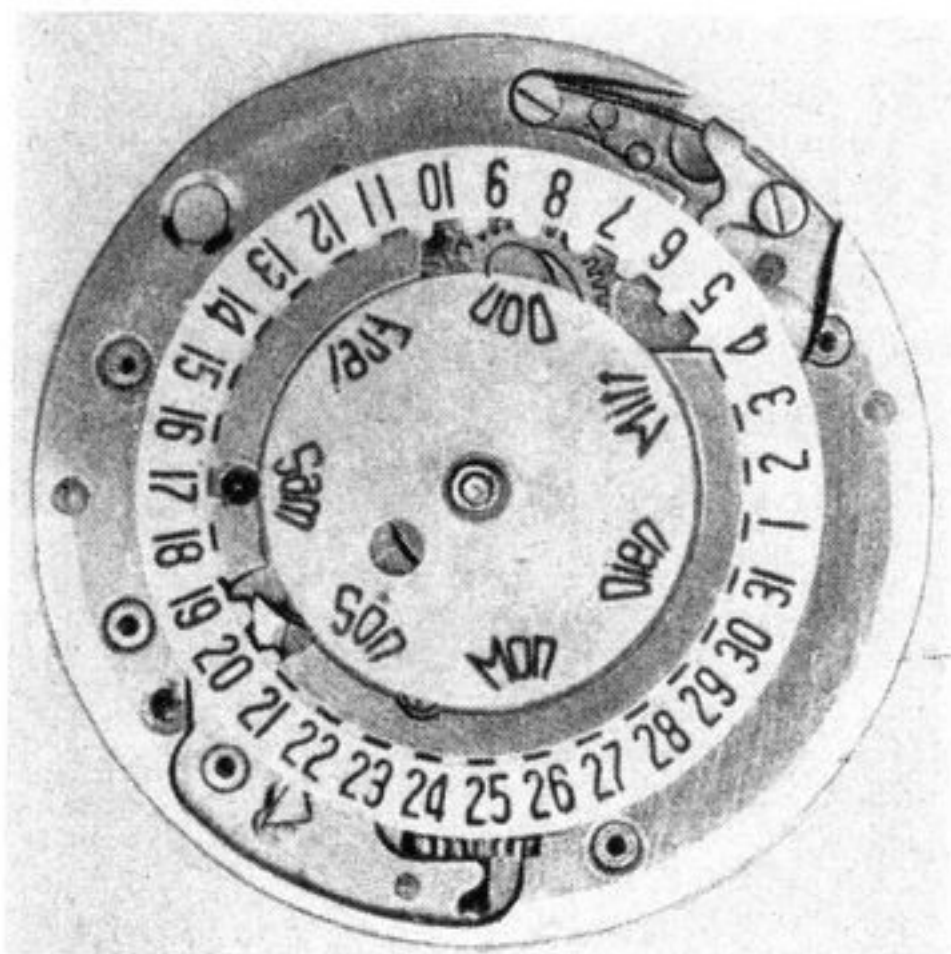
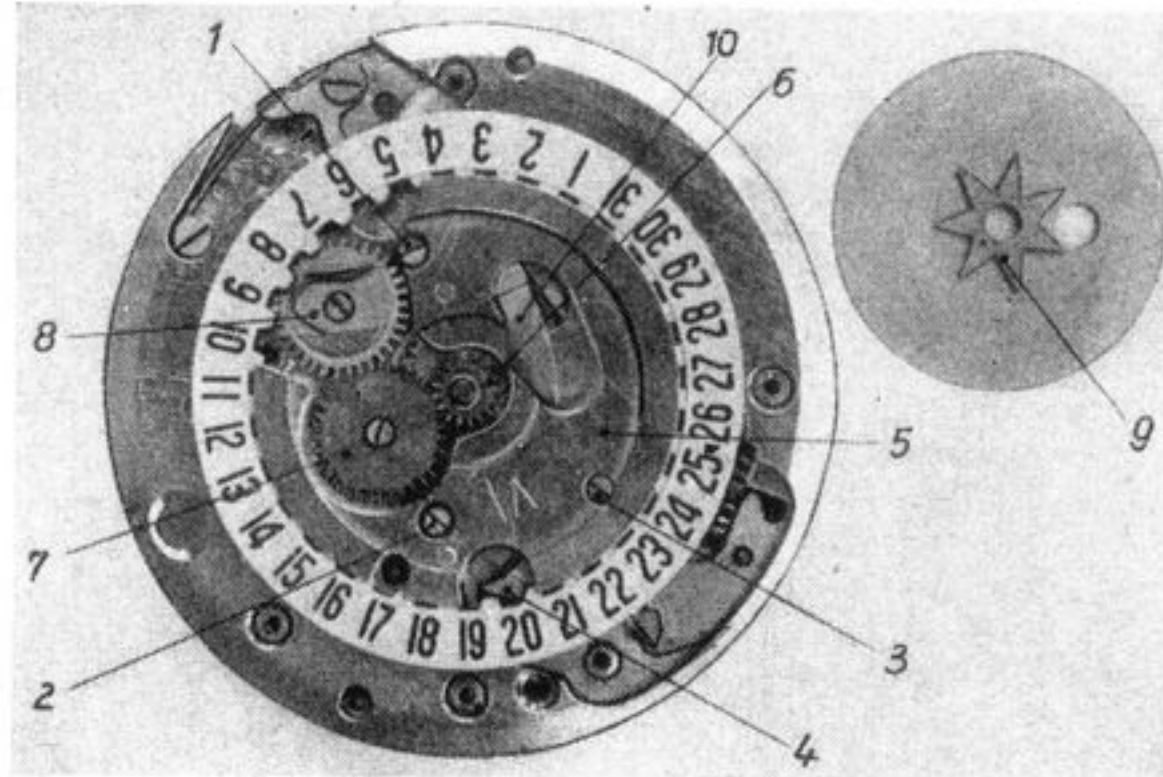

Bild 2
Bild 3
Entfernt man von dem Werk das Zifferblatt (Bild 2), so wird der Kalenderring und die Tagesscheibe, auf der die Wochentagsnamen aufgedruckt sind, sichtbar. Einen tieferen Einblick in den Mechanismus erhält man, wenn man auch noch die Tagesscheibe, die auf dem Stundenrohr läuft, abhebt (Bild 3). Man sieht die Kalenderplatte (5), die von den Schrauben (1) und (2) gehalten wird. Die Schraube (3) ist keine Befestigungsschraube, sondern ein Exzenter, der in dem die Datumringstellung bestimmenden Datumhebel (4) sitzt. Dreht man mit einem Schraubenzieher diesen Exzenter, so verschiebt sich die Stellung des Datumringes um einen kleinen Betrag. So kann die Datumszahl genau symmetrisch zum Zifferblattausschnitt gestellt werden. Normalerweise soll dieser Exzenter nicht verändert werden, weil seine Stellung vom Werk aus genau bestimmt ist.